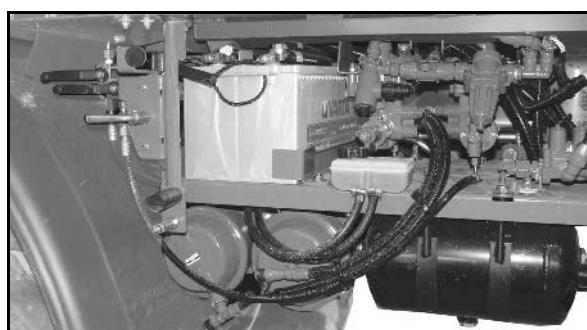

Рис. 171
1. Надавите на натяжной ролик (Рис. 171/1) при помощи торцового ключа (Рис. 171/3) в направлении стрелки так, чтобы установочный штифт Ø6 мм (Рис. 171/4) зафиксировался в монтажном отверстии. Поликлиновой ремень (Рис. 171/2) теперь не натянут.
2. Сначала снимите поликлиновой ремень (Рис. 171/2) с самого маленького ролика и с натяжного ролика.
4. Наденьте новый поликлиновой ремень (Рис. 171/2).
6. Натяните поликлиновой ремень при помощи натяжного ролика и торцового ключа (Рис. 171/3). Проверьте, правильно ли располагается поликлиновой ремень в своей направляющей.